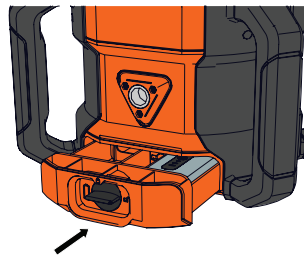

Figure 9
8. Réinsérer le compartiment de piles dans le laser rotatif. (Figure 9)